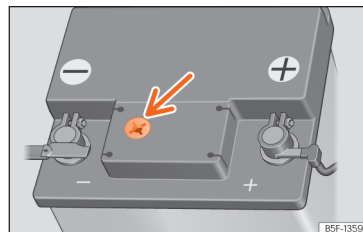

Рис. 245 Віконце у передній частині 12 В акумулятора (схематичне зображення).
- Перевірте колір індикатора «магічне око» на корпусі батареї зверху »» **рис. 245.**